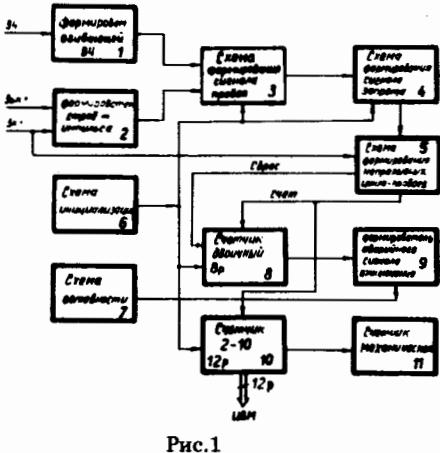

Рис.1
На рис.1 дается блок-схема устройства. При подаче питания схема инициализации (6) устанавливает в исходное состояние все счетчики и триггеры^[2].